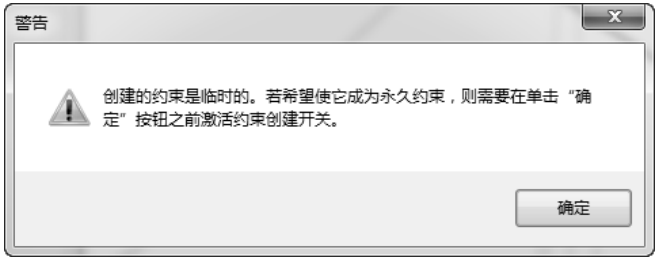

图 3-2 警告提示框
草图绘制时，若弹出如图 3-2 所示的提示框时，可通过单击“草图工具”工具栏上高亮彩色显示的“几何约束”按钮和“尺寸约束”按钮使其变灰（或）来解决。
凹槽特征可以在实心物体上挖去槽、孔或其他形状的材料，“凹槽”的功能与“凸块”相反。使用减轻腔时，需要有一个已成形的坯料或实体，同时绘制好欲向下挖除的草图轮廓。单击“凹槽”按钮，右下角的倒三角形，可有 3 种方式：“凹槽”“拔模圆角凹槽”与“多凹槽”，如图 3-2 中③所示。